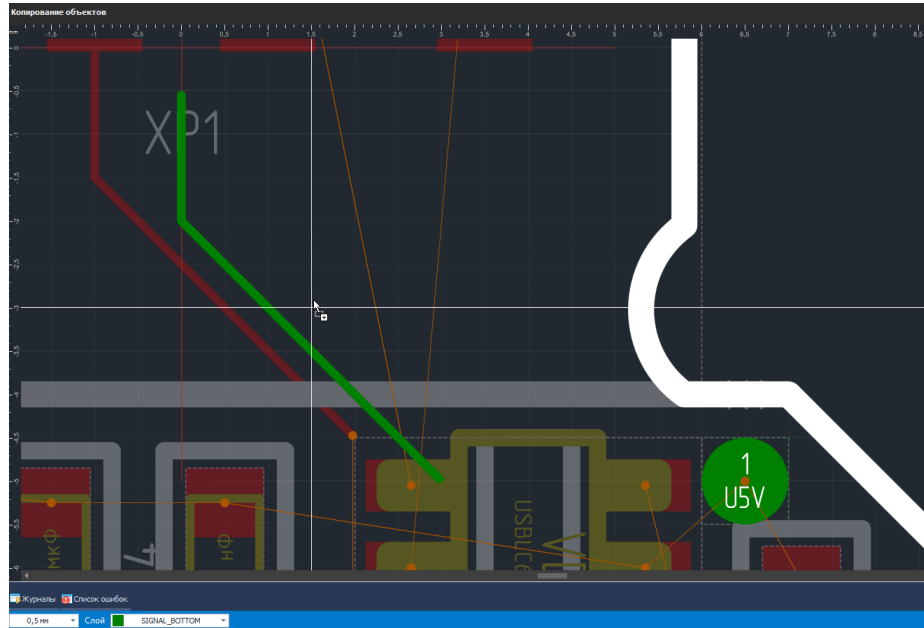

Рис. 297 Разместить скопированный трек
4. Разместить скопированный трек, см. Рис. 297.